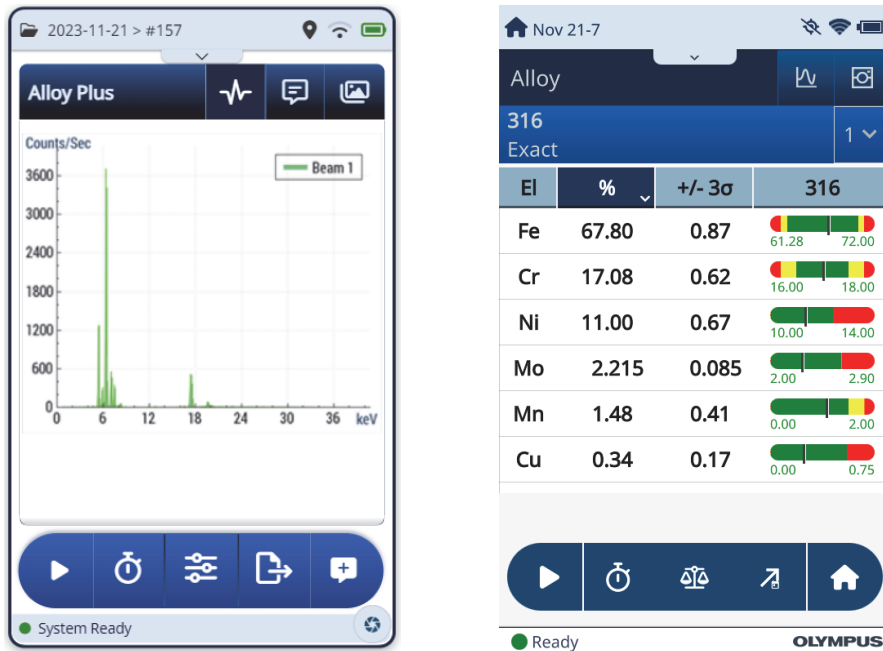

Figure 3-15 Écrans de début et de fin d'analyse
1. Naviguez vers l'écran d'**analyse** (voir Figure 3-15 à la page 80).
- Une fois l'analyse terminée, appuyez sur la barre Composition chimique, Spectre, Notes ou Image pour agrandir la vue (voir Figure 3-15 à la page 80).